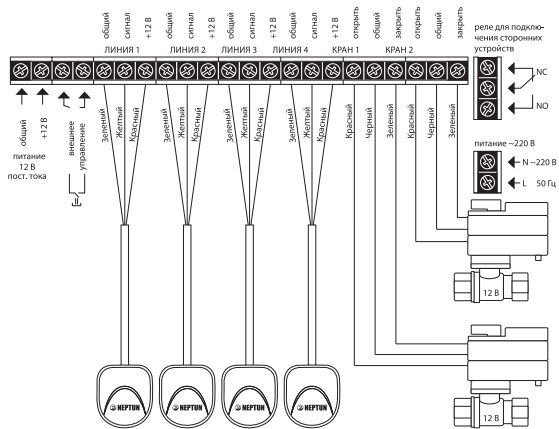

Рис. 3. Схема подключения кранов с электроприводом серии Neptun Bugatti Pro 12В к модулю управления Neptun ProW
Модуль управления Neptun ProW имеет (см. рис. 3 на стр. 16):
- К модулю управления Neptune ProW подвести фазу и ноль согласно схеме подключения (рис. 3), которая изображена на внутренней стороне крышки прибора.
4. Выполните соединение проводов в соответствии со схемой подключения, в зависимости от того, какие шаровые краны с электроприводом вы используете (рис. 3). При необходимости, для ввода проводов в коммутационный отсек удалите пластиковую заглушку, расположенную в нижней части корпуса прибора при помощи отвёртки.